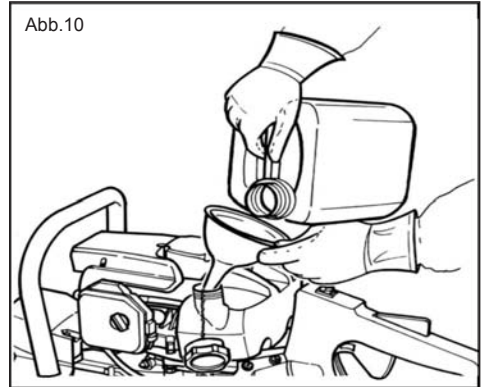

Abb.10
- 3) Mischen und Einfüllen des Kraftstoffs dürfen nur im Freien erfolgen (Abb. 10).